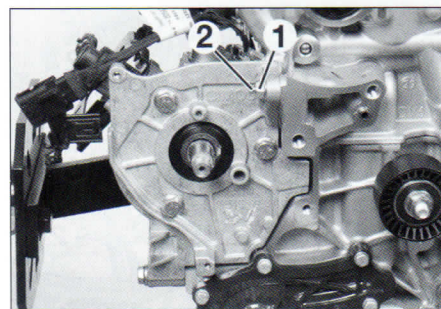

FIG. 41
- el espárrago (2) y la tuerca (1) de soporte de bomba (fig. 41).
- las fijaciones (1) y (2) (fig. 41) del soporte de bomba de alta presión.